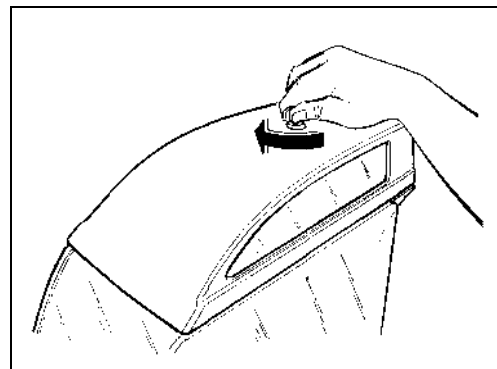

Fig. 5
- Ôter le couvercle lumineux après l'avoir débloquent avec la clé prévue à cet effet, en tournant dans le sens horaire (fig.5).